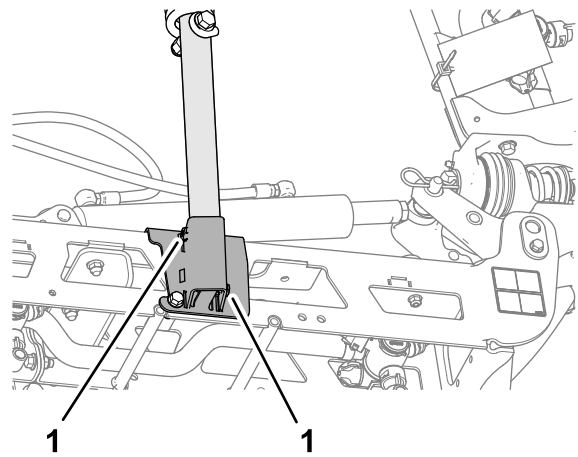

Figure 104
3. Desserrez les 2 vis qui fixent le tube inférieur du berceau (Figure 104).